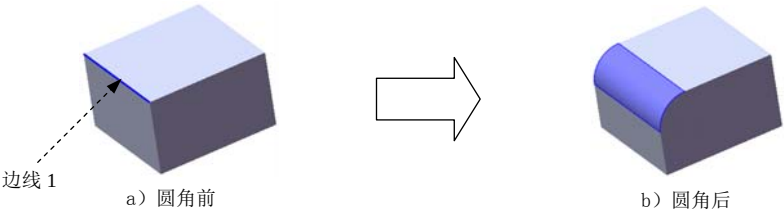

图 3.9.1 恒定半径圆角特征
下面以图 3.9.1 所示的一个简单模型为例，说明创建恒定半径圆角特征的一般过程。
Step4. 选取要圆角的对象。在系统的提示下，选取图 3.9.1 所示的边线 1 为要圆角的对象。